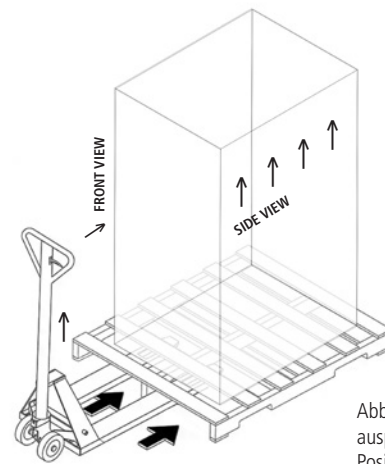

Abbildung 2. Immer auspacken in aufrechter Position
Achtung! Vor der Montage wird die Fuge außerhalb der Nut der Elemente mit Silikon abgedichtet, das eine Dampfsperre bildet (Abbildung 2). Bei Bedarf können Sie nach der Montage auch Silikon auf die Außenfugen der Elemente auftragen. Aus hygienischen Gründen sind die Fugen zwischen den inneren Wand- und Bodenelementen abzudichten. Das Dachelement wird von innen nicht abgedichtet. Denken Sie an die Schutzausrüstung, wenn Sie mit Silikon arbeiten.
Die Steuereinheit ist mit einer Schraube am Maschinenelement befestigt (1). Entfernen der Schraube und Platzieren die Steuereinheit entsprechend Bild 2.